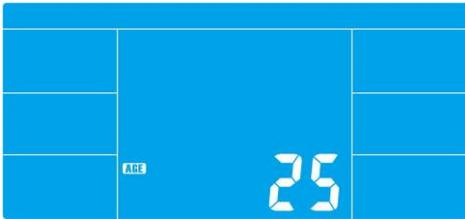

Figure6
- 6.2 Appuyer sur le bouton DOWN (diminuer) pour sélectionner l'âge AGE (présélectionné = 25, Figure 6), et appuyer sur ENTER pour confirmer.